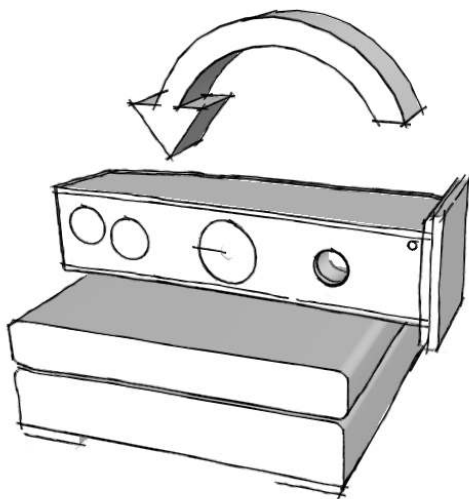

figura 1
2. appoggiare delicatamente i diffusori lateralmente sopra un supporto morbido, non spigoloso come indicato in figura 1